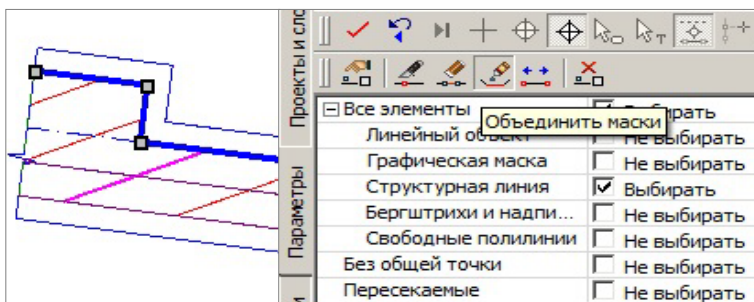

Рис. 6.24
12. Объедините СЛ по правой кромке и СЛ по границе площадки – нажмите кнопку **Объединить маски** (рис. 6.24).
13. Нажмите кнопку **Параметры**. Остаётся выбранной после объединения СЛ по правой кромке, зададим параметры для неё (рис. 6.24).